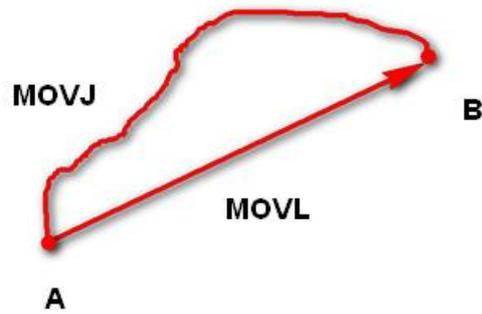

图 3.6 MOVJ 和 MOVL 运动模式
- MOVJ：关节运动，由A点运动到B点，各个关节从A点对应的关节角运行至B点对应的关节角。关节运动过程中，各个关节轴的运行时间需一致，且同时到达终点，如图 3.6所示。
- **MOVL:** 直线运动，A点到B点的路径为直线，如图 3.6所示。